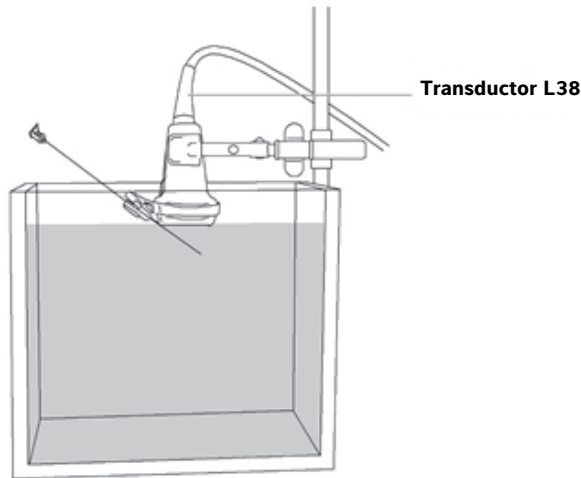

Figura 2 Transductor L38 con la aguja en el líquido de prueba
- ▶ Recipiente con el fluido objeto de prueba (All World Scientific, código 3480) o agua destilada. Vea la **Figura 2**, “**Transductor L38 con la aguja en el líquido de prueba**” en la página 40.
- 7 Mueva la aguja hacia abajo en el recipiente con líquido de prueba o agua destilada hasta que su imagen ecográfica se vea en la pantalla del sistema (vea la **Figura 2, “Transductor L38 con la aguja en el líquido de prueba”** en la página 40).